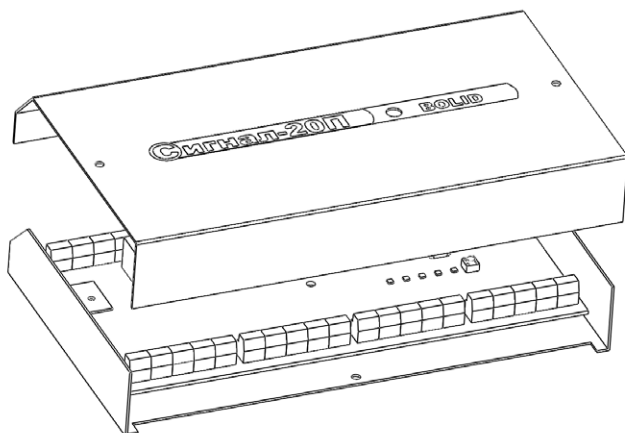

Рисунок 16. Снятие крышки блока «Сигнал-20П исп.01»
2.3. Снимите крышку «Сигнал-20П» и «Сигнал-20П исп.01» в порядке, указанном на Рисунок 15 и Рисунок 16.